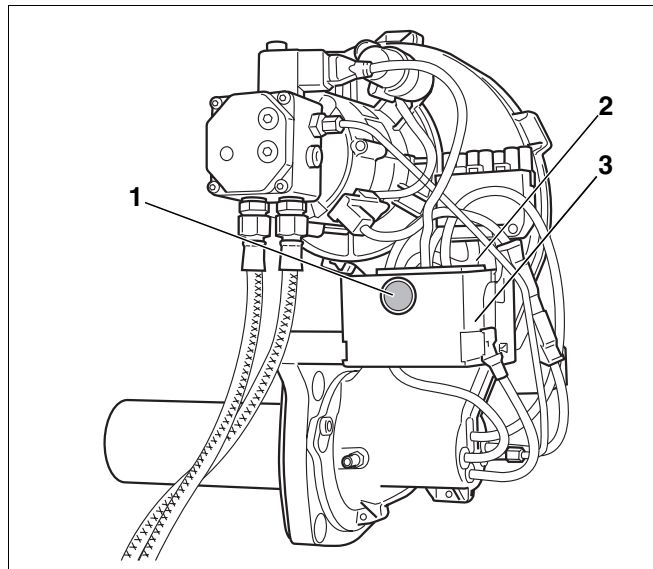

Рис. 16 Кнопка подавления помех и сигнальная лампа
- Выпускайте воздух из системы с помощью встроенного топливного насоса без повторного нажатия кнопки подавления помех (рис. 16, поз. 1).
- Нажимать на кнопку подавления помех (рис. 16, поз. 1) более 1 секунды. Примерно через пять секунд горелка перейдет в пусковой или рабочий режим (см. таб. 10, "Показание рабочего состояния горелки на многоцветном светодиоде.", стр. 18).
- Нажмите кнопку подавления помех (рис. 16, поз. 1, стр. 22).